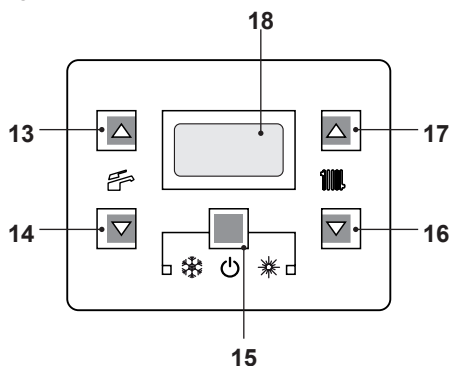
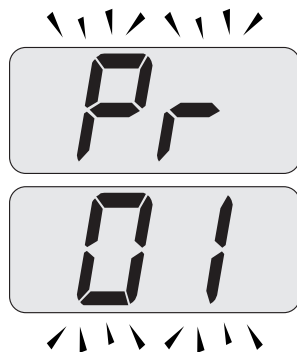

Figura 5.43
Figura 5.44
- Entrare in "modalità programmazione" premendo contemporaneamente per 10 secondi i tasti 15 - 16 - 17 (Figura 5.43) fino a far apparire sul display LCD le lettere **Pr** che si alternano con il codice **01**, indicanti l'entrata nel "parametro 01" (Figura 5.44).
- Premere contemporaneamente i tasti 15 e 17 (Figura 5.43) fino a far apparire sul display LCD il valore del parametro 15 (Figura 5.46).
- Premendo il tasto 15 (Figura 5.43) si ottiene la conferma del valore inserito.
- Premendo contemporaneamente i tasti 15 e 16 (Figura 5.43) si esce senza modificare il valore (ritorno alla lista parametri
- Premendo contemporaneamente per 10 secondi i tasti 15 - 16 - 17 (Figura 5.43) si esce dalla "modalità programmazione".
Comunque se la temperatura ambiente non dovesse essere confortevole si può aumentare o diminuire la temperatura di mandata dell'impianto riscaldamento di $\pm 15^\circ\text{C}$ agendo sui tasti 16 (diminuzione) e 17 (aumento) (Figura 5.43).